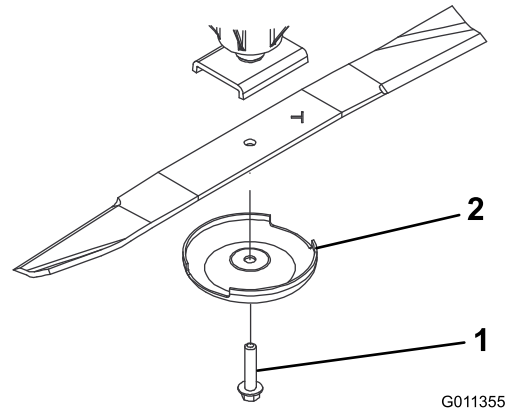

Figure 124
- Enlevez le boulon, la coupelle de protection et la lame de l'axe de pivot (Figure 124).